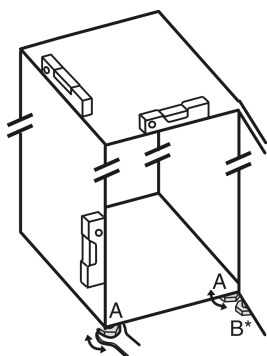

Fig. 23
- Vyskrutkujte nastaviteľné nohy Fig. 23 (A) priloženým vidlicovým kľúčom a pomocou vodováhy, kým zariadenie nebude pevne a stabilne vyrovnané.
- Vyskrutkujte nastaviteľnú nohu Fig. 23 (B) na ložiskovej konzole priloženým vidlicovým kľúčom, kým nebude dosadať na podlahu.
- Otočte nastaviteľnú nohu Fig. 23 (B) ďalej o 90°.